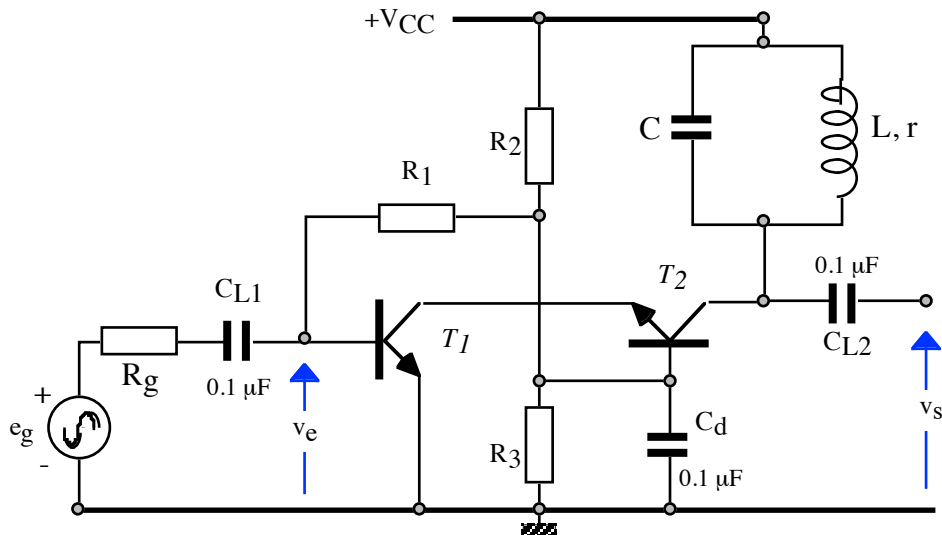

Figure 1
1. Calculer le coefficient de qualité Q_L de la self-inductance à la fréquence f_0 de 30 MHz et en déduire la valeur de la résistance parallèle R , image de r en série (figure 1).
On désire concevoir un amplificateur sélectif à bande étroite accordé sur la fréquence f_0 de 30 MHz. On décide d'utiliser un montage "cascode" donné en figure 1, qui utilise deux transistors identiques de gain en courant $\beta = 200$ et résistance interne r_{ce} assez importante pour être négligée). La température de fonctionnement est de 25 °C.